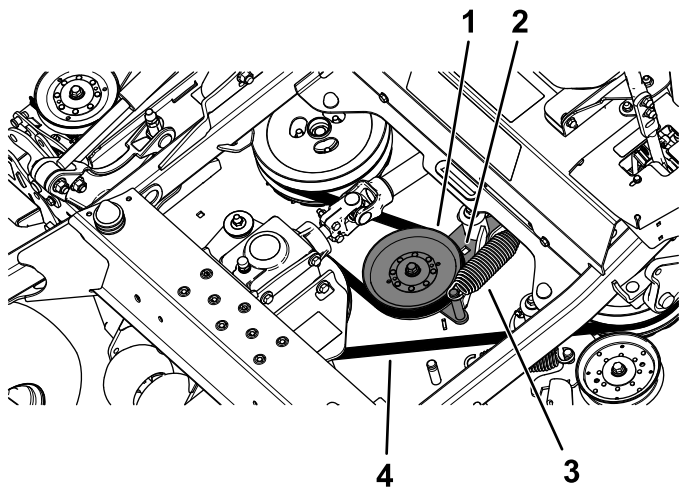

Figure 62
5. Insérez un rochet dans le trou carré du bras de la poulie de tension pour détendre le ressort de la poulie de tension (Figure 62).
6. Enlevez la courroie des poulies du tablier de coupe (Figure 62).